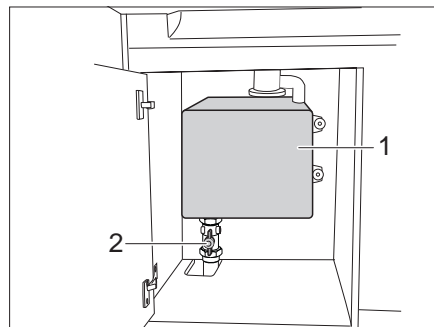

Bild 147 Innenliegender Abwassertank
- Kugelhahn (Bild 147,2) unter dem Abwassertank (Bild 147,1) öffnen. Das Abwasser wird in die Abwasserrohrung des Caravans geleitet.